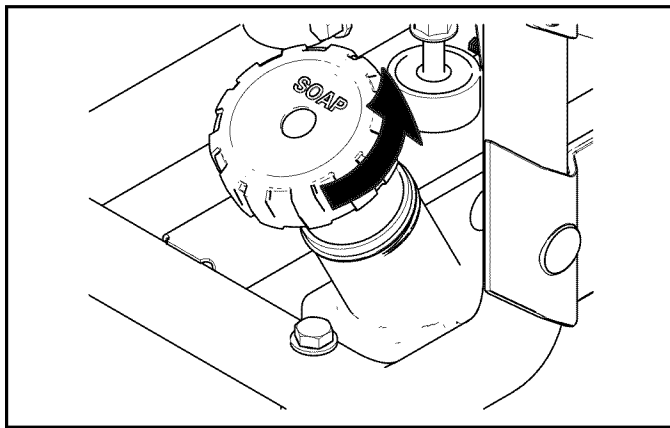

Figura 4-22. Tanque para sustancias químicas y cubierta
2. Retire la tapa del tanque para sustancias químicas (Figura 4-22).